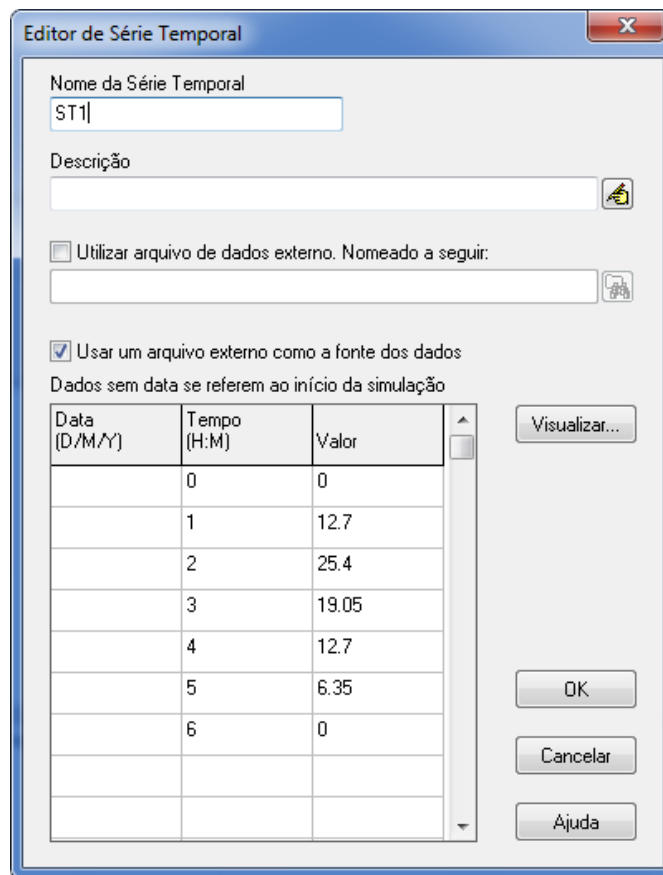

Figura 2.10 - Janela de diálogo do Editor de Séries Temporais
3. Introduzir ST1 no campo Nome da Série Temporal (ver Figura 2.10).
4. Introduzir os valores mostrados na Figura 2.10 nas colunas de Tempo e Valor da tabela de dados. Observe que a coluna Data deve ser mantida em branco9.